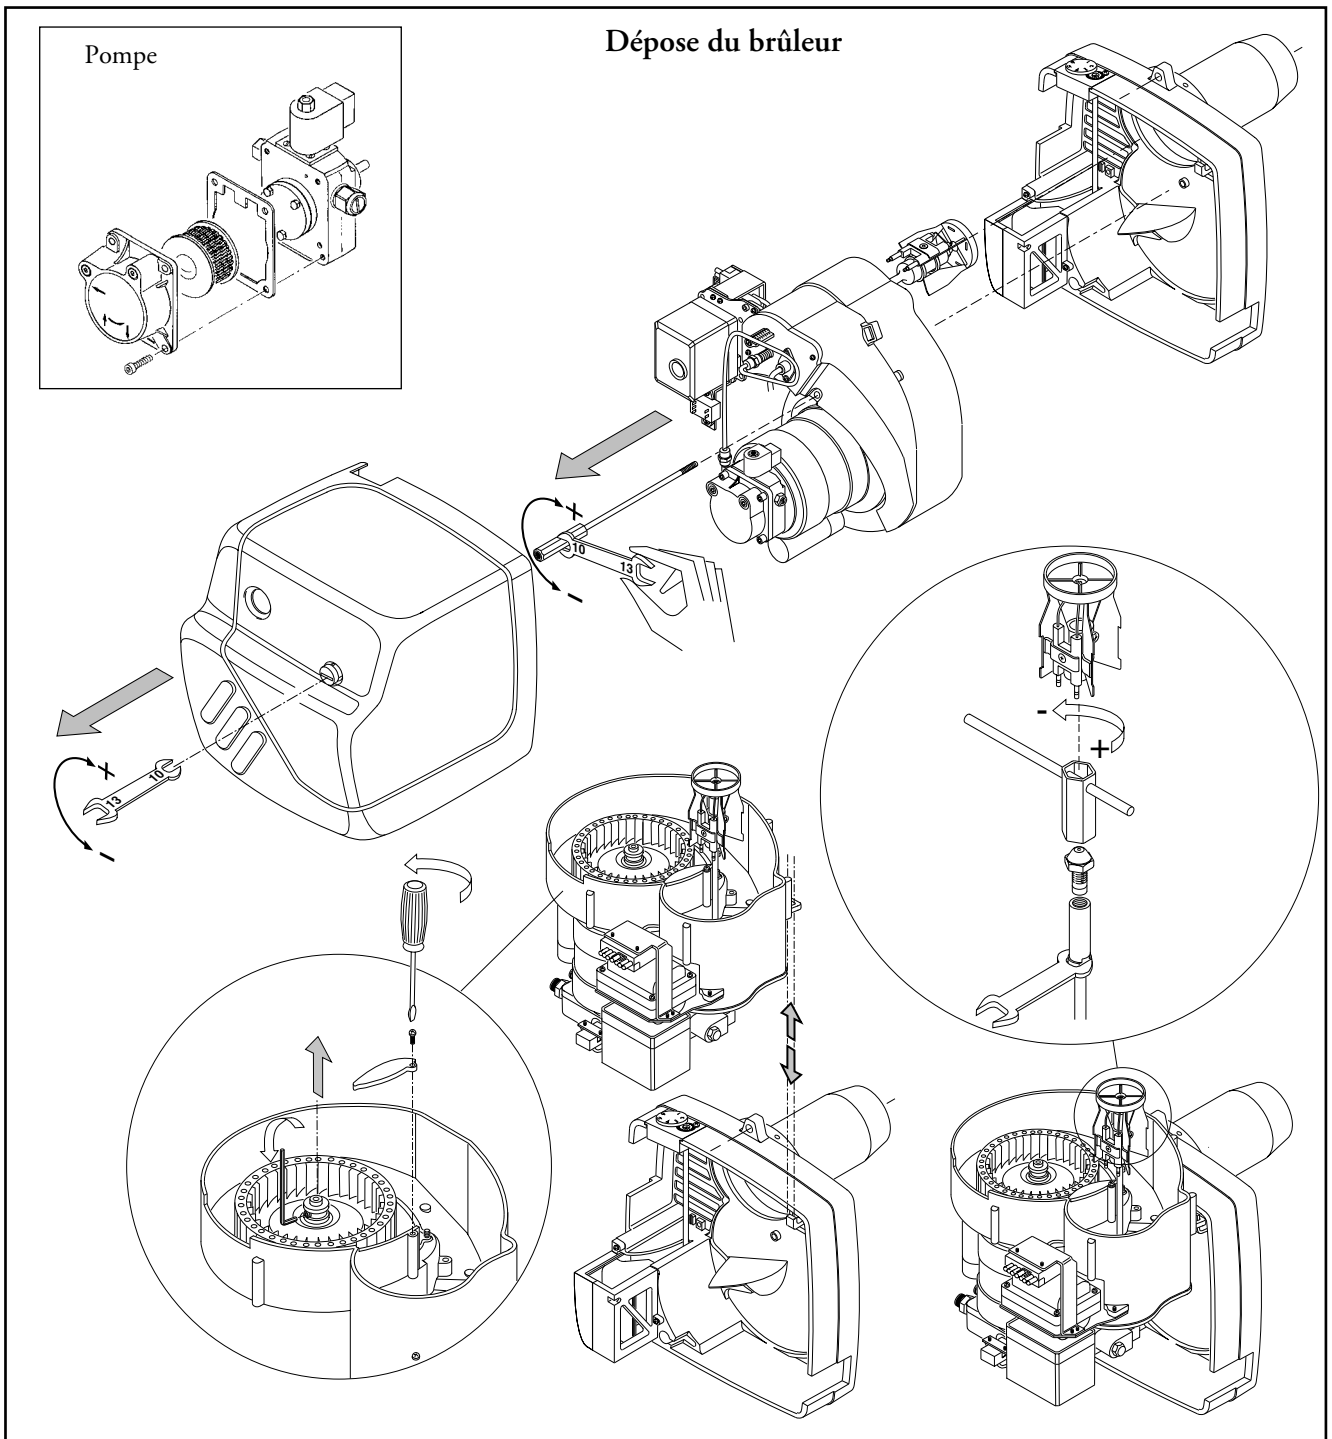

fig. 12 - Accès à l'intérieur de la volute
- Enlever la volute et l'exposer en l'accrochant suivant la fig. 12
- Démontez le ventilateur suivant la fig. 12.